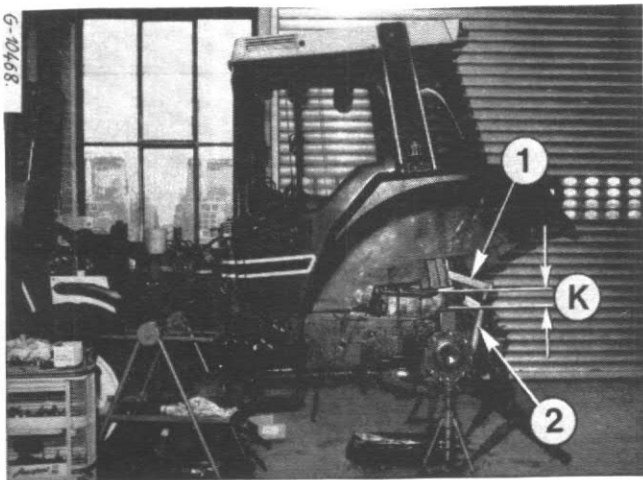

Fig. 6
3. Dépose de la cabine nécessaire, Fig. 6.